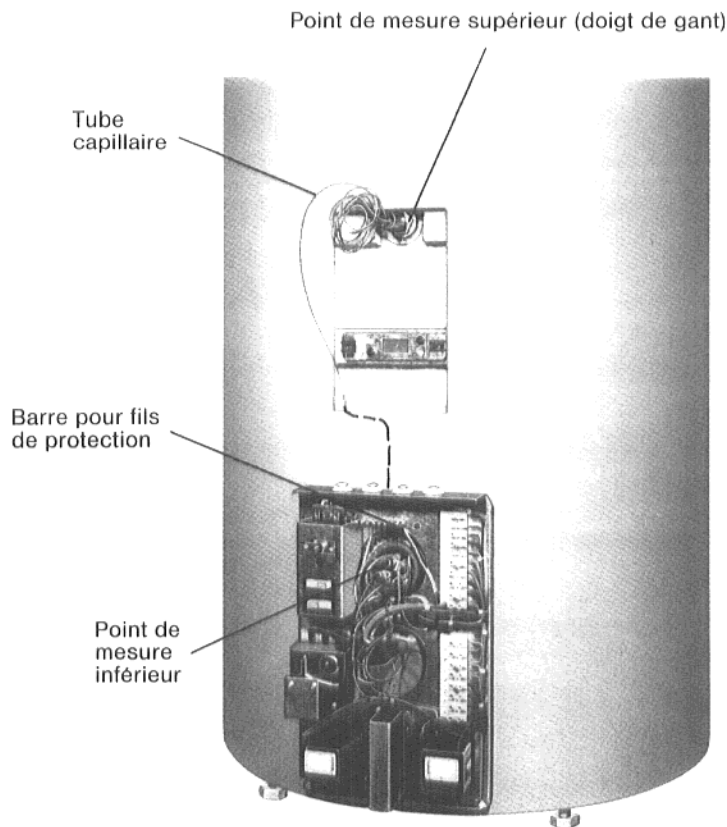

Fig. 9
13. Raccorder le câble de mise à la terre à la barre pour câbles de protection (Fig. 9).